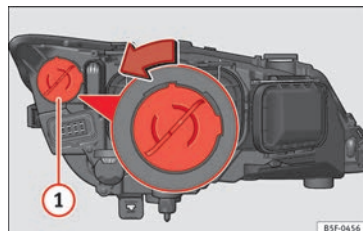

Fig. 105 Lampadina per luce diurna.
- Ruotare il portalamпада » fig. 105 ① verso sinistra e tirare.